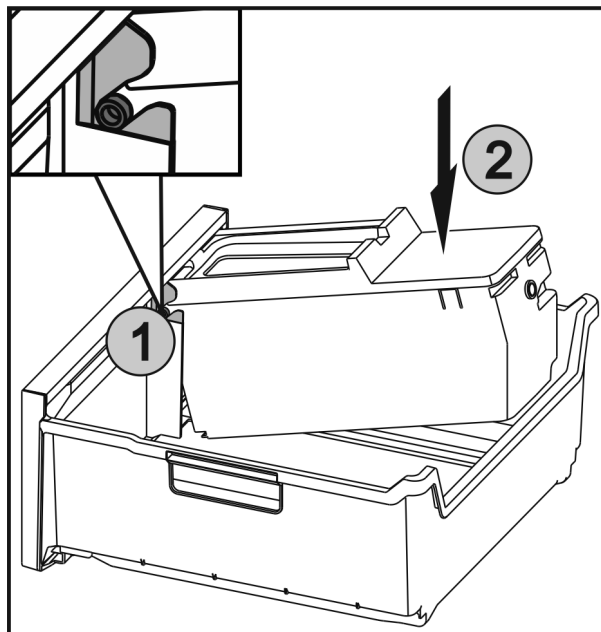

Fig. 57
- Insérer les axes Fig. 57 (1) sur l'EasyTwist-Ice dans les guides et appuyer sur le côté arrière Fig. 57 (2) jusqu'à ce que la languette s'enclenche.